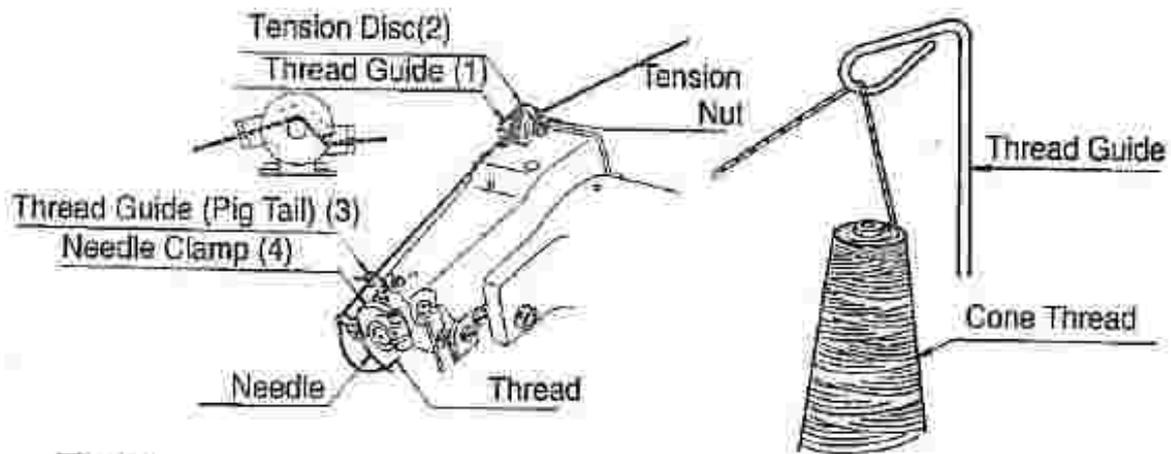
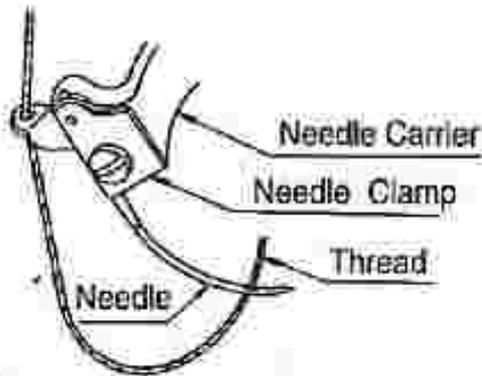

Fig.9
Fig.11
A. Mettere il filo sopra al supporto di plastica (Fig.9)
(Fig.9)
C. Si prega di riferirsi con attenzione alla Fig.9, per infilare correttamente la macchina.
Quando il filo è sopra alla base del passafilo (1), tirare il filo attraverso il foro del passafilo (2) e fuori dal foro di fronte (Fig.9), il passafilo (3) e il foro del morsetto dell'ago (4) dall'alto al basso. Si prega di notare che la direzione dell'ago è verso l'alto, tirare il filo rivolto verso l'alto e verso l'esterno del foro dell'ago (Fig.11).